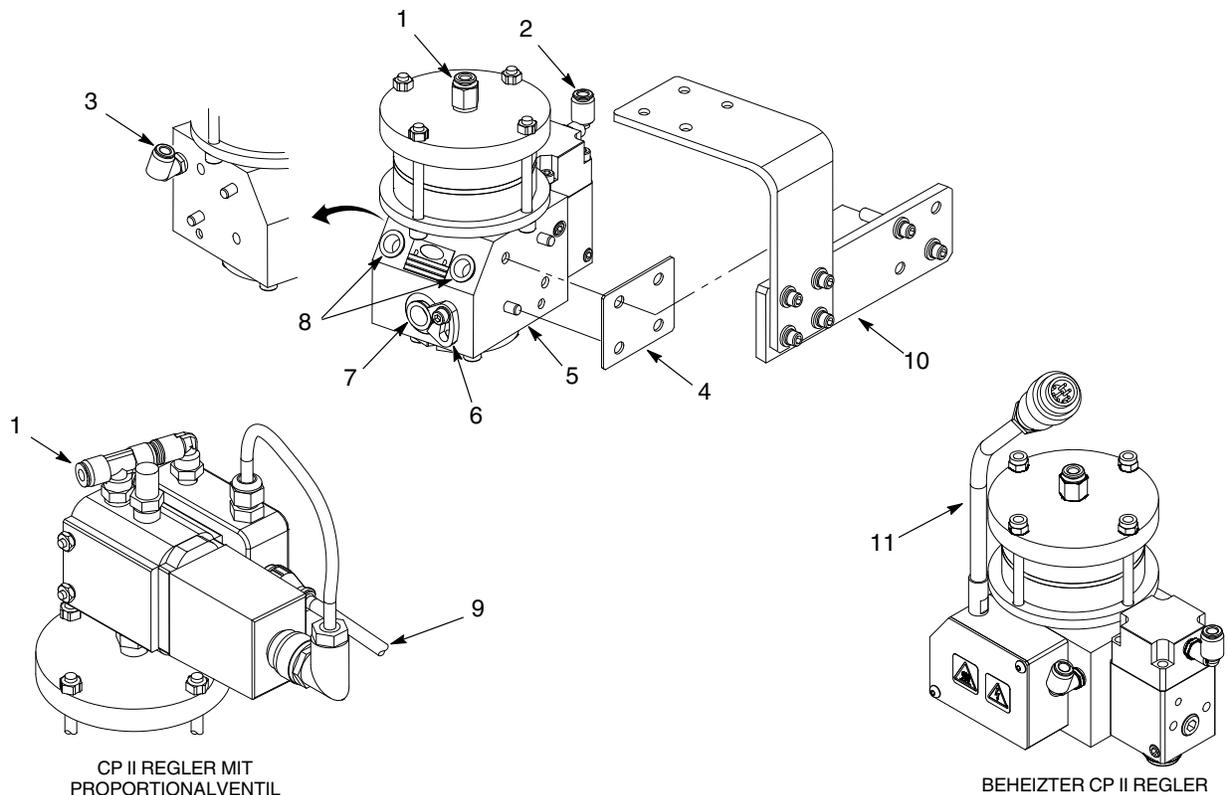

Abb. 6 CP II Regler aus dem Auftragssystem nehmen
1. Siehe Abb. 6. Folgende Schritte ausführen:
- Versorgungsluftanschluss (1)
- Anschlüsse Luft schließen (2) und Luft öffnen (3)
- sofern verwendet, Anschlüsse für Temperaturkonditionierungswasser (8)
- Anschluss für Materialleitung (7)
3. Den Sicherungskeil (6) abnehmen, der die Materialleitung hält. Die Materialleitung abnehmen.